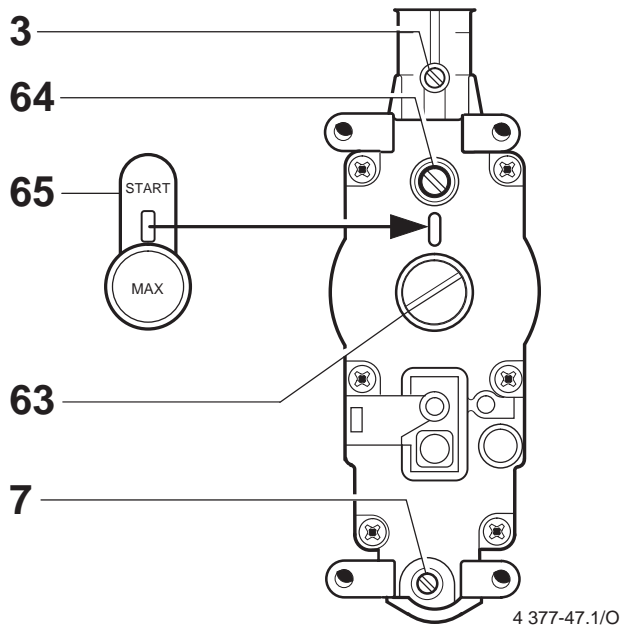

Fig. 58
- Rimuovere il sigillo 65 (fig. 58) per poter accedere alle viti di regolazione gas.